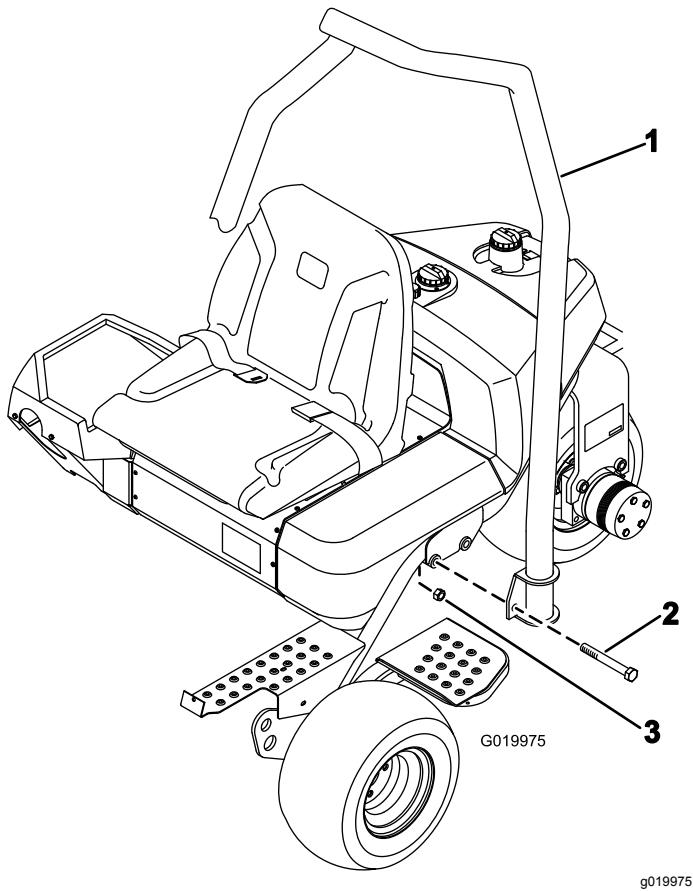

Figura 7
1. Disponete il ROPS in modo che l'estremità del tubo sia curvato verso la parte anteriore della macchina (Figura 7).
2. Abbassate il ROPS sul telaio, allineandolo con i fori di montaggio (Figura 7).
3. Fissate ogni lato del ROPS al telaio con 2 bulloni ($\frac{5}{8}$ " x $4\frac{1}{2}$ "") e dadi di bloccaggio come mostrato in Figura 7. Serrate a una coppia di 183 - 223 N·m.